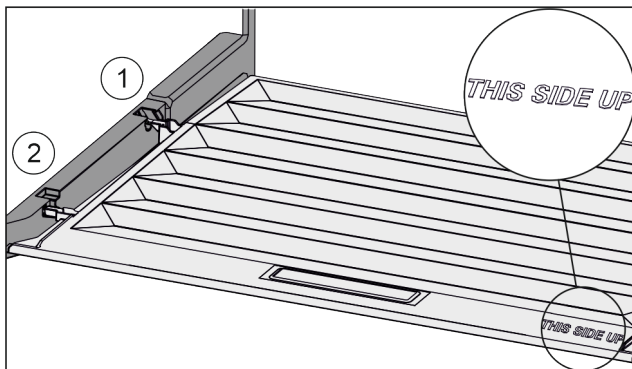

Fig. 102
- ▶ Introduceți nervura capacului prin orificiul suportului posterior Fig. 102 (1) și înclișetați-l în față în suport Fig. 102 (2).